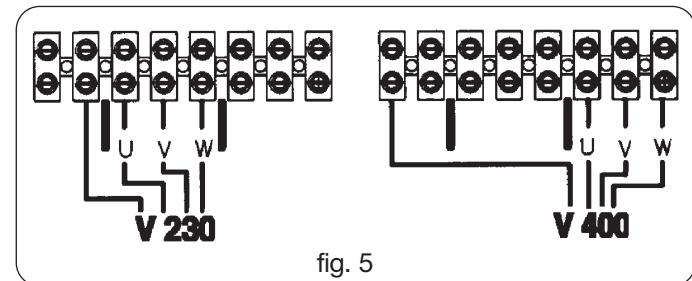

fig. 5
- Pour varier la tension d'alimentation, enlever le panneau latéral droit et ranger les raccordements de la plaque à bornes comme indiqué dans la figure 5.